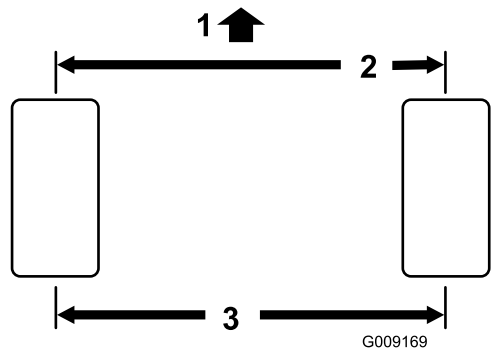

图 70
- 2. 测量前、后转向轮胎中心到中心轮轴高度的距离 (图 70)。